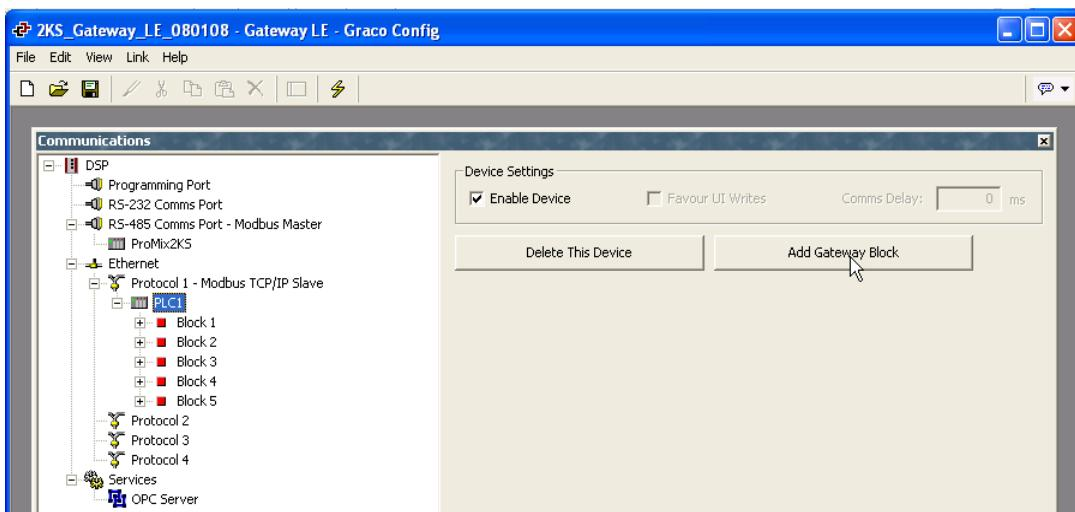

Рис. 22: Добавление блоков Gateway
- См. Рис. 22. Добавьте нужное количество блоков Gateway в меню каждого устройства.